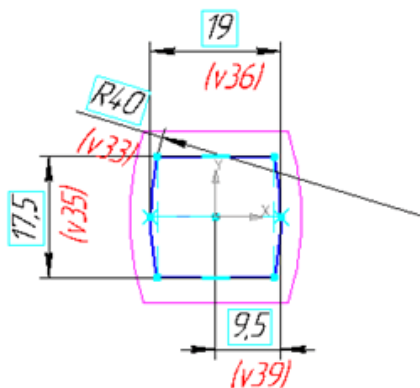

Рис. 11.4. Эскиз 2
3. Выберите **Плоскость 1**, войдите в режим создания эскиза, постройте **эскиз 2** согласно рис. 11.4.